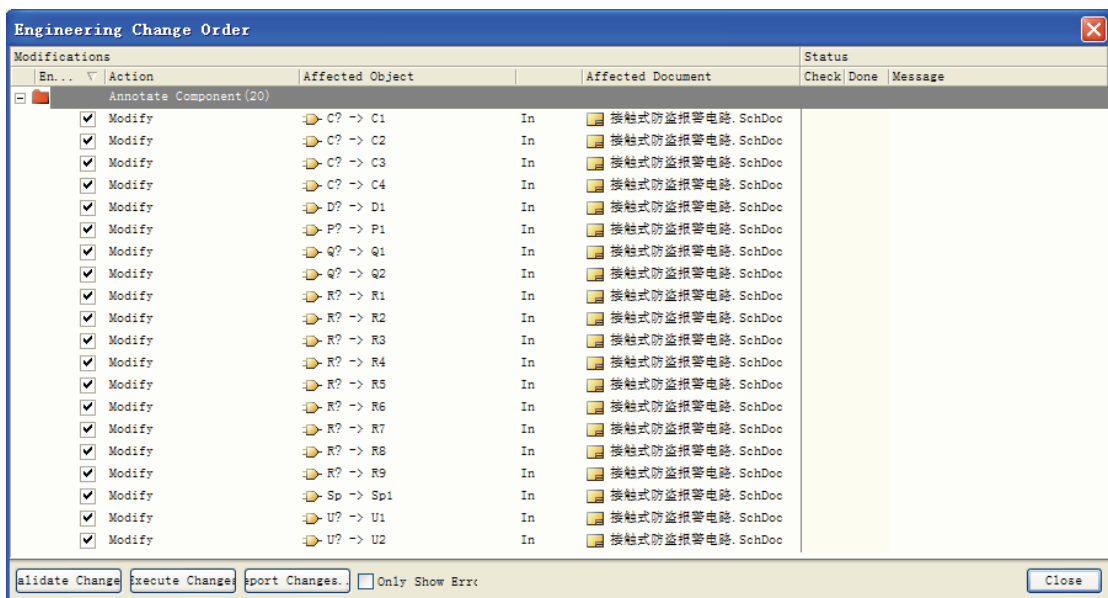
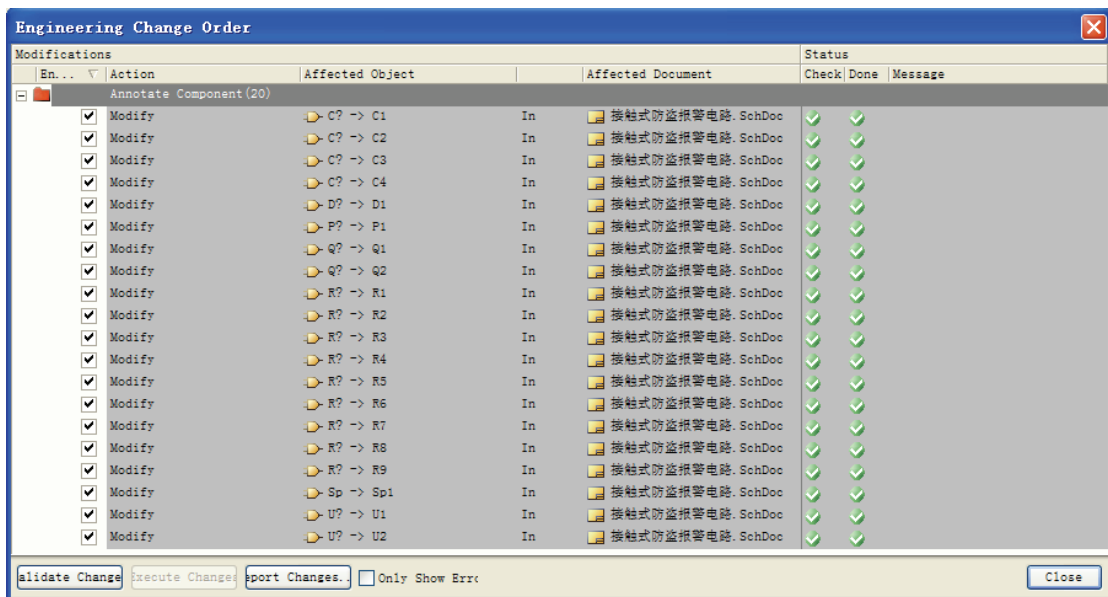
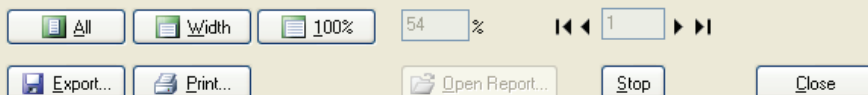

图 3-24 项目修改命令对话框
图 3-25 执行修改后的项目修改命令对话框
图 3-26 项目变化顺序报告对话框
(7) 单击接受修改（创建 ECO 文件） **Accept Changes (Create ECO)** 按钮，弹出项目修改命令对话框（Engineering Change Order），如图 3-24 所示。在项目修改命令对话框中显示自动标识元件前后的元件标识变化情况，左下角的 3 个命令按钮分别用来校验编号是否修改正确、执行编号修改并使修改生效、生成自动标识元件报告。
(8) 单击图 3-24 中的校验修改 **Validate Changes** 按钮，验证修改是否正确，“Check” 栏显示“√” 标记，表示正确。
(9) 单击图 3-24 中的执行修改 **Execute Changes** 按钮，“Check” 和“Done” 栏同时显示“√” 标记，说明修改成功，如图 3-25 所示。
(10) 单击图 3-24 中的 **Report Changes...** 按钮，生成项目变化顺序报告，弹出该报告对话框，如图 3-26 所示。
(11) 在图 3-26 中，单击 **Close** 按钮，退回到图 3-24 项目修改命令对话框。